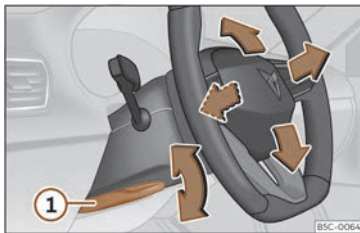

Fig. 86 Panca na parte inferior do lado esquerdo da columna de dirección.
- Tire da panca >>> **fig. 86 ①** cara abaixo, mova o volante á posición desexada e suba a panca de novo ata o punto de peche.
- Tras axustar a columna da dirección, empurre firmemente a panca >>> **fig. 86 ①** cara arriba para que o volante non cambie de posición accidentalmente durante a marcha.